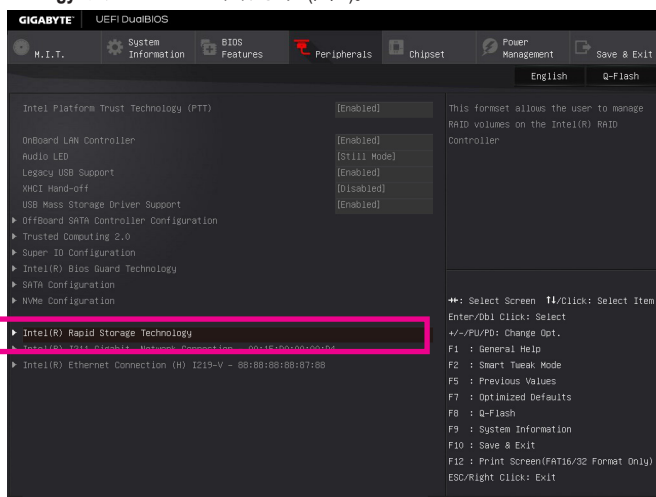

図 3
システムの再起動後、再度 BIOS セットアップに入ります。続いて **Peripherals** | **Intel(R) Rapid Storage Technology** サブメニューに入ります(図3)。